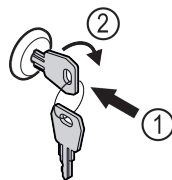

Fig. 114 Voorbeeld
- Sleutel erin duwen Fig. 114 (1).
- Sleutel 90° rechtsom draaien Fig. 114 (2).